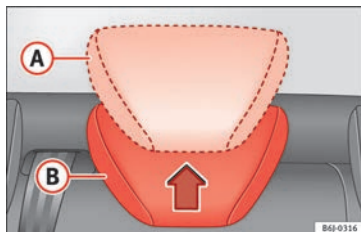

Fig. 49 Réglage des appuie-tête arrière.
- Position relevée ou d'utilisation (A)
- » fig. 49. Dans cette position, l'appuie-tête se comporte comme un appuie-tête normal,
- Position de repos, pas d'utilisation (B)
- » fig. 49. Cette position augmente la visibilité arrière pour le conducteur.